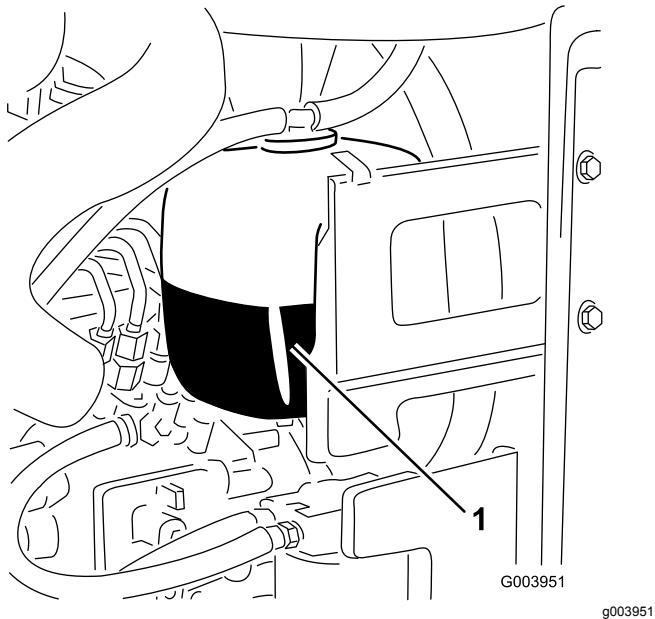

Figura 56
- Compruebe el nivel de refrigerante en el depósito de expansión (Figura 56).